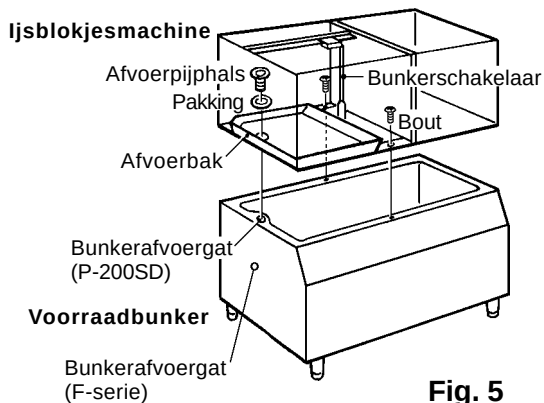

Fig. 5
- 5) Plaats de ijsblokjesmachine bovenop de voorraadbunker. Wees voorzichtig dat u het frame van de ijsblokjesmachine en de bunkerschakelaar niet beschadigt. Zie fig. 5.
- 6) Bevestig de ijsblokjesmachine met de twee meegeleverde bouten. Zie fig. 5.
- 7) Lijn het afvoergat van de voorraadbunker uit met het afvoergat van de afvoerbak. Breng de pakking (bunkeraccessoire) aan en draai de afvoerpijphals (bunkeraccessoire) vast. Zie fig. 5.